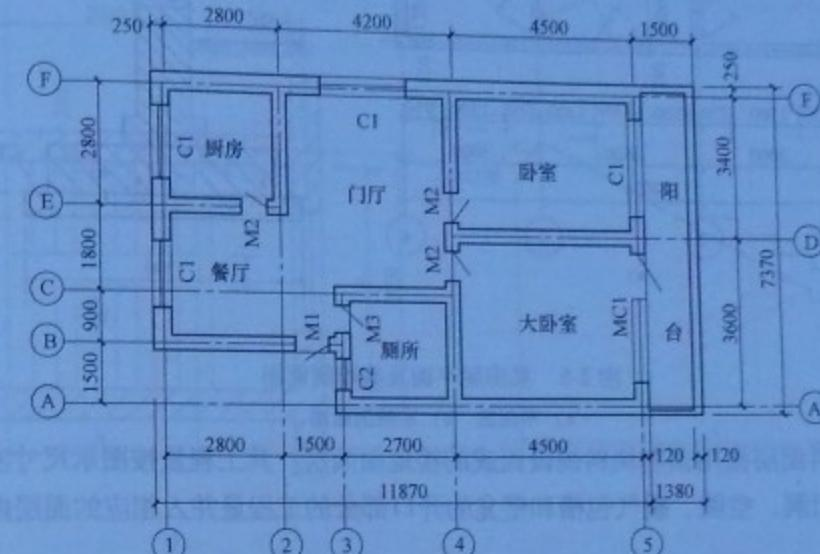

图 2-4 一层平面图
**【例 2-4】** 住宅楼一层住户平面如图 2-4 所示, 地面做法如下: 3:7 灰土垫层 300mm 厚, 60mm 厚 C15 细石混凝土找平层, 细石混凝土现场搅拌, 20mm 厚 1:3 水泥砂浆面层, 计算整体面层工程量。